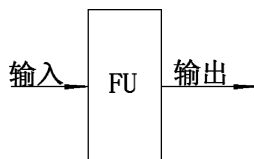

图 15-10 FU 的信息传递图
(3) 从保护角度表示, FU 进行短路保护。当电路电流突然增大发生短路时, FU 烧断, 使电动机失电。它们就存在信息传递关系: “电流” 输入 FU, FU 输出 “烧断” 或 “不烧断”, 取决于电流的大小, 如图 15-10 所示。